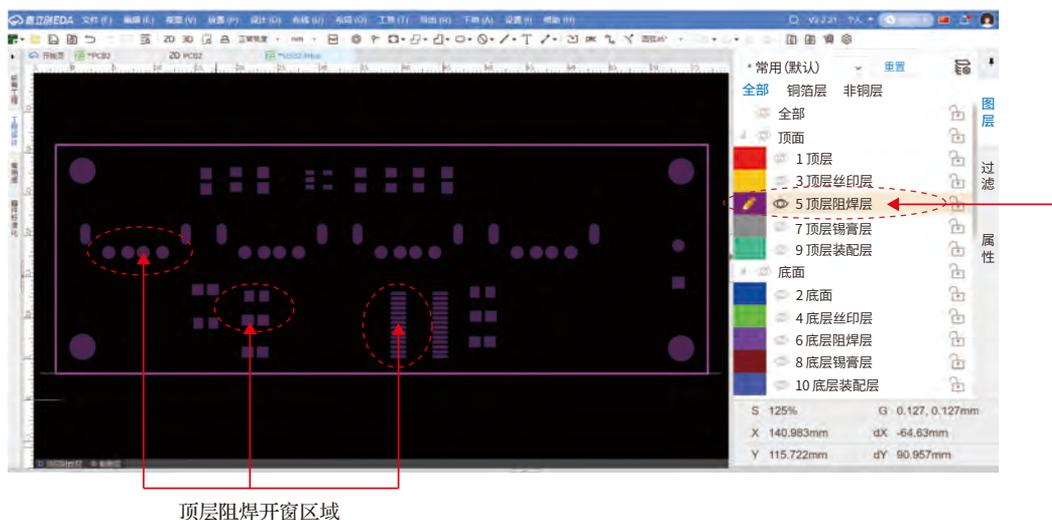

图 6-3 嘉立创 EDA 设计软件中的阻焊层（开窗区域）
**阻焊开窗区域：**是指设计软件中在阻焊层上绘制的正片图形，如图 6-3 中箭头所示的部分。这些区域为不覆盖阻焊油墨的窗口，确保良好的焊接质量和电气连接。因此，设计软件中的阻焊层通常被称为 PCB 阻焊开窗层。
阻焊层：是指在不需要阻焊油墨覆盖的区域设计图形，用于 PCB 生产阻焊时，去除阻焊油墨，保留焊接区域（或特定区域）以外的油墨，用于防止铜箔在不需要焊接的地方被焊接上，对 PCB 起到绝缘和保护的作用，如图 6-3 所示。